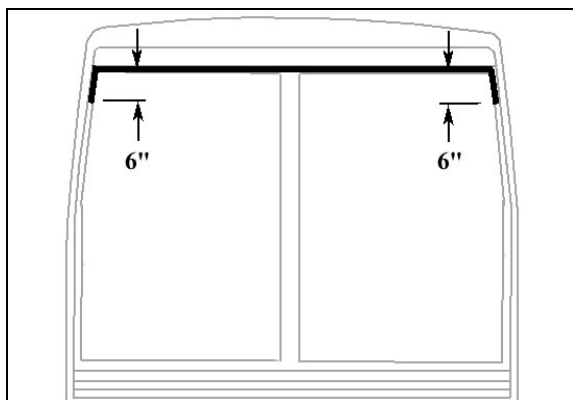

FIGURE 97 : APPLICATION DE SIKA 221 NOIR
- Appliquer du Sika 221 noir (Figure 97) entre la fibre de verre et la pièce extrudée en caoutchouc.